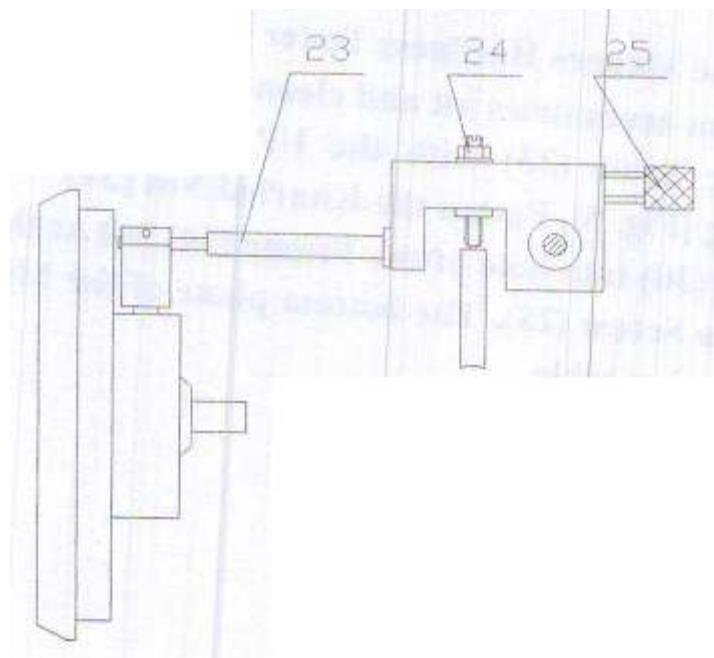

Рис. 4
После того как твердомер правильно размещен, откройте верхнюю крышку (1) и заднюю крышку (2). Развяжите крепления (рис.4) на шатуне (23) и все хомуты на движущихся частях, затем установите крышки на место.
#### 4.4 Настройка значений твердости по шкале Роквелла (рис.4)